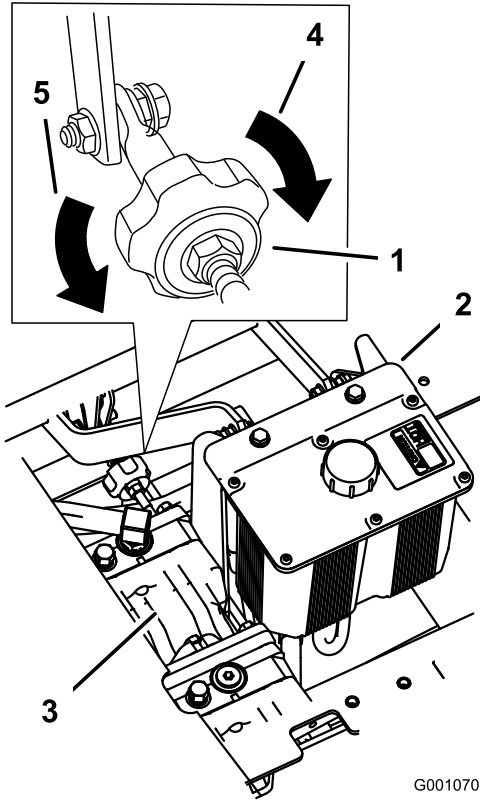

Figure 95
2. Réglez la longueur de la tige de pompe en tournant le bouton dans le sens voulu, jusqu'à ce que la roue soit immobilisée ou tourne légèrement en arrière (Figure 95).